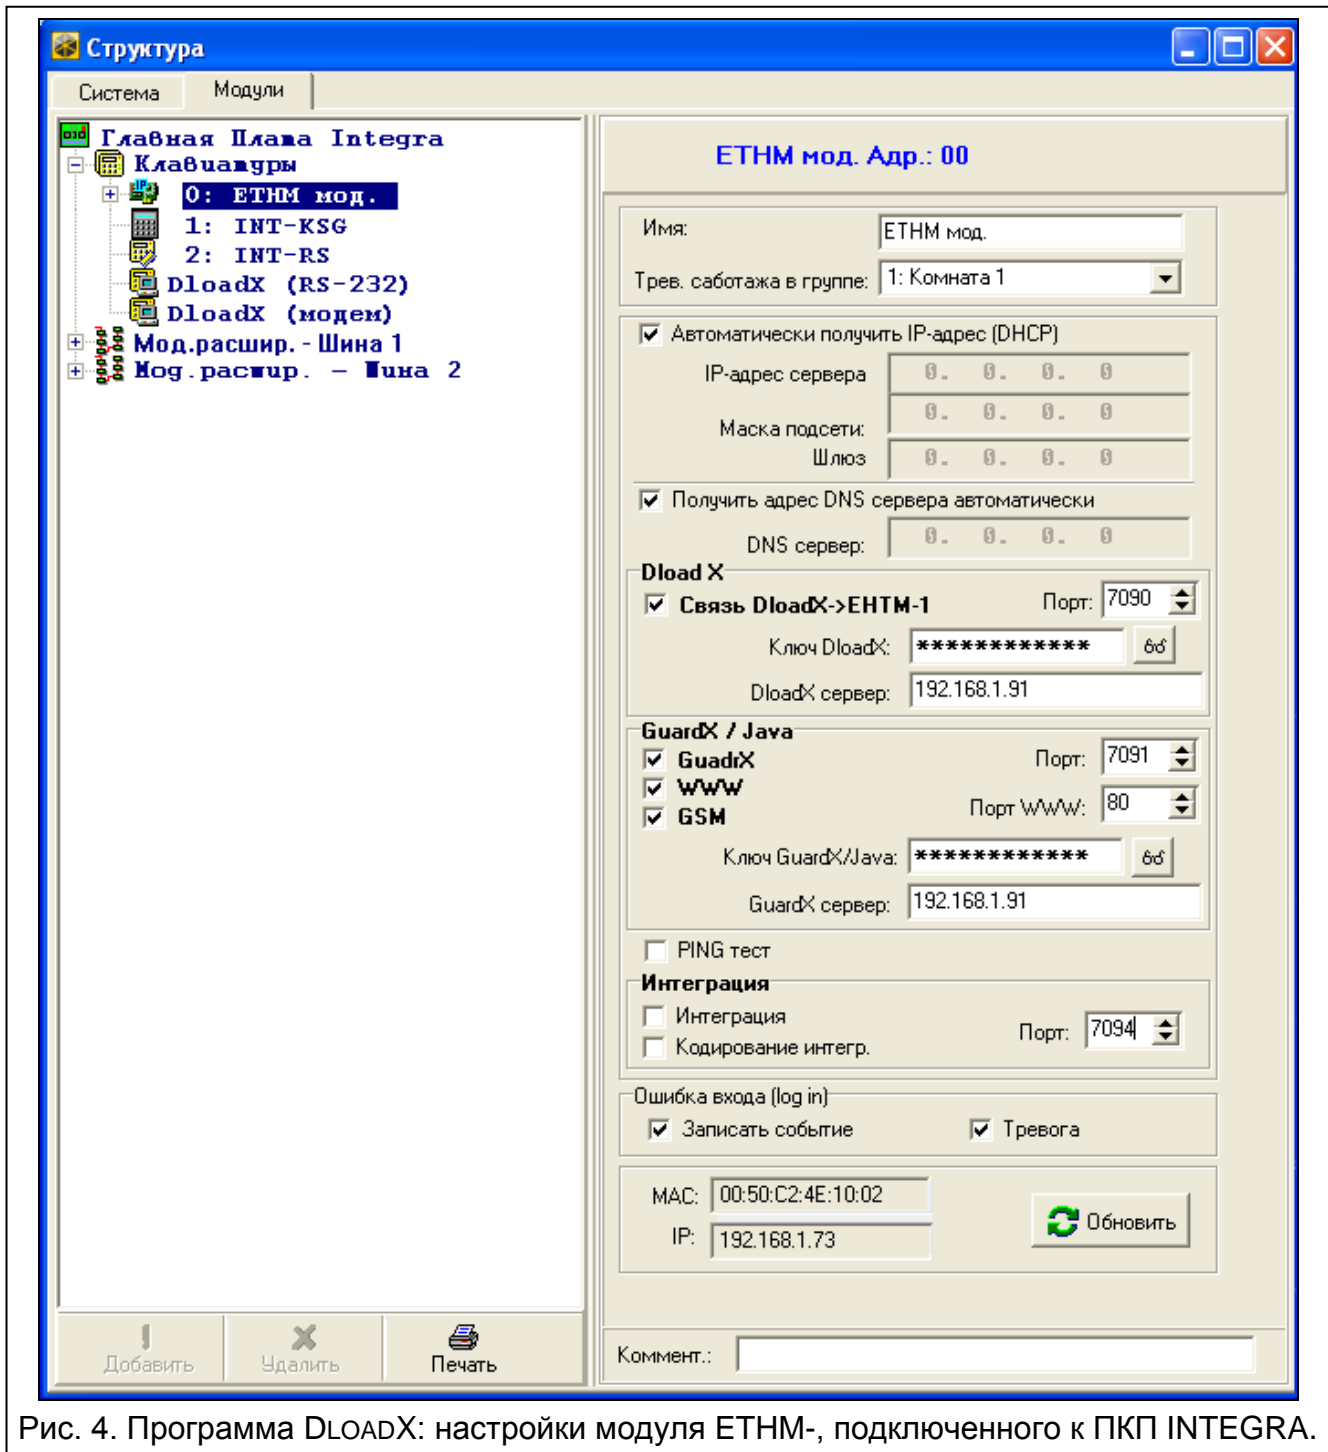

Рис. 4. Программа DLOADX: настройки модуля ETHM-, подключенного к ПКП INTEGRA.
- программа DLOADX: →окно "Структура" →закладка "Модули" →ветка "Клавиатуры" →[кликните по модулю в списке устройств] (см.: рис. 4).
В случае модуля, подключенного к ПКП INTEGRA / INTEGRA Plus IP-адрес можно определить с помощью программы DLOADX (он отображается внизу установок модуля – см.: рис. 4).